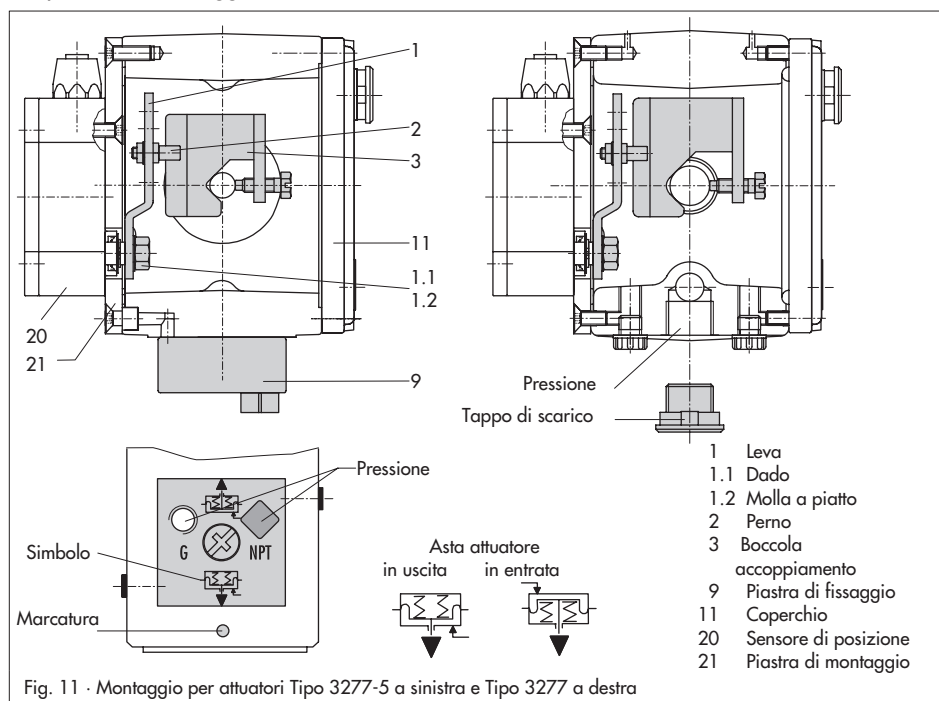

Fig. 11 · Montaggio per attuatori Tipo 3277-5 a sinistra e Tipo 3277 a destra
La pressione del posizionatore viene condotta tramite l'attacco di pressione della piastra di collegamento (9, fig. 11 a sinistra) alla camera dell'attuatore a membrana. Poi avvitare la piastra di collegamento (9) all'accessorio sul castello dell'attuatore.
- ▶ ruotare la piastra di collegamento (9) in modo che, per la posizione di sicurezza, il simbolo "asta in uscita" o "asta in entrata" sia rivolto verso la marcatura (fig. 11, in basso).
- ▶ assicurarsi assolutamente che la tenuta della piastra di collegamento (9) sia inserita correttamente.